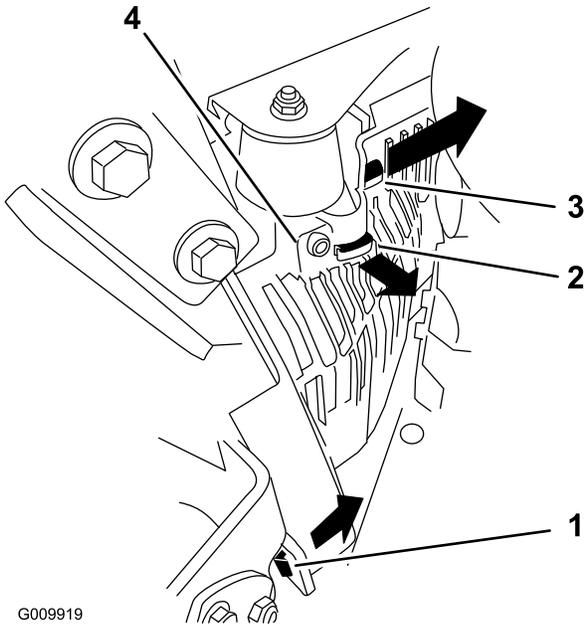

Figure 50
3. Déposez le capot de l'unité hydraulique gauche dans l'ordre indiqué à la Figure 50. Vous pourrez ensuite accéder à la bougie avant.
5. Montez le capot de l'unité hydraulique gauche (Figure 50).